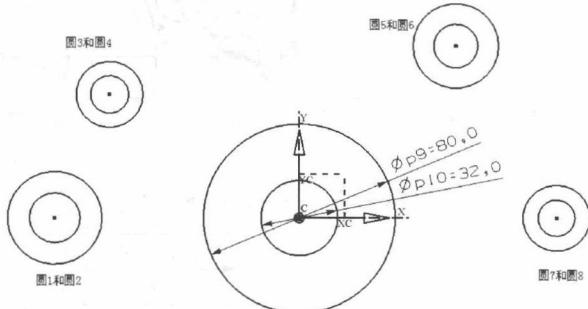

图 1-29 绘制 8 个圆
(5) 在【草图工具】工具条中选择 (圆) 按钮, 在【圆】浮动工具条中选择 (圆心和直径定圆) 按钮, 按照图 1-29 绘制 8 个圆, 注意圆 1 和 2、圆 3 和 4、圆 5 和 6、圆 7 和 8 均为同心圆且半径与图样尺寸接近。